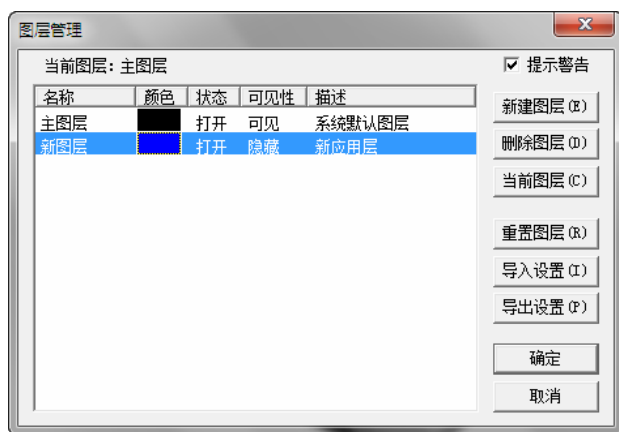

图 8-215 隐藏图层
3) 选择下拉菜单“设置”→“层设置”命令,弹出“图层管理”对话框,选择“主图层”为当前图层,将上一步“新图层”隐藏,如图 8-215 所示。